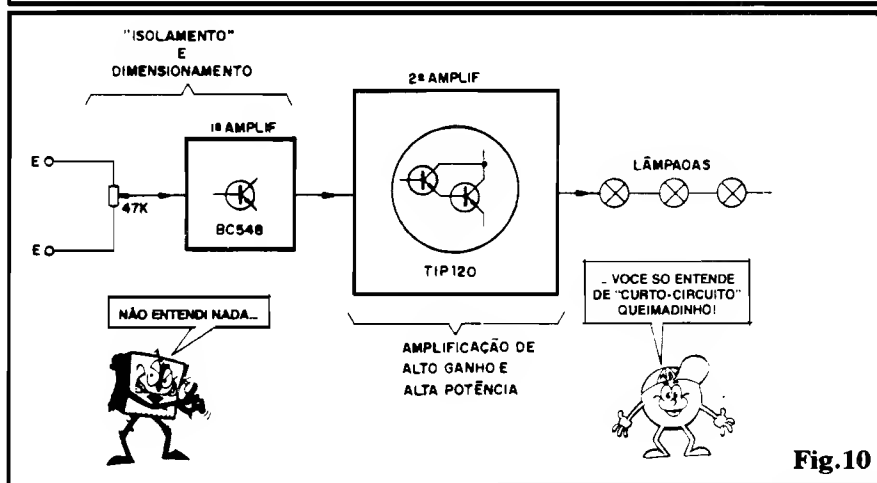

Fig. 10
- **FIG. 10** - O diagrama de blocos da MP-22 enfatiza a sua grande simplicidade circuital... Inicialmente temos um potenciômetro, cujo valor bastante alto (com relação à impedância natural do al-